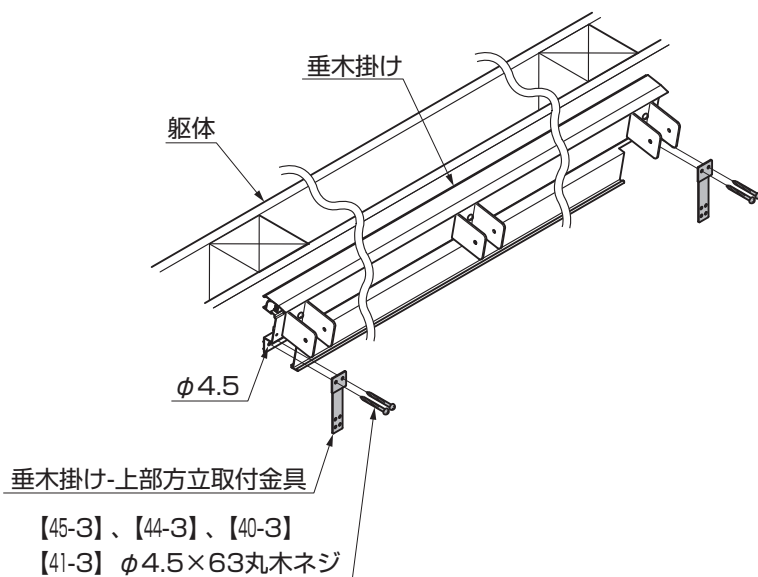

図3-5 垂木掛け-上部方立取付金具の取付け
- ① 垂木掛け-上部方立取付金具を垂木掛けに【45-3】、【44-3】、【40-3】【41-3】で取付けてください。(図3-5参照)